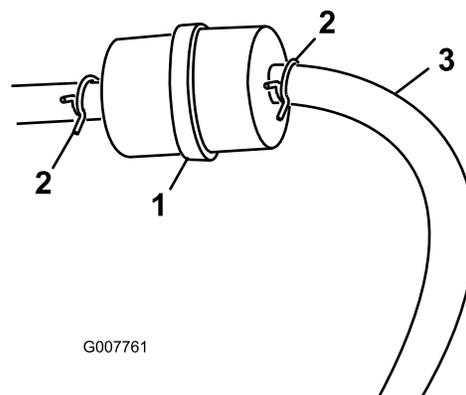

Figure 24
3. Pincez les extrémités des colliers et faites glisser ceux-ci pour les éloigner du filtre (Figure 24).
5. Posez un filtre neuf et rapprochez les colliers de fixation du filtre (Figure 24).
3. Desserrez le collier de serrage au niveau du filtre à carburant et éloignez-le du filtre en le poussant le long de la conduite d'alimentation (Figure 24).
4. Débranchez les conduites d'alimentation du filtre à carburant (Figure 24).
Remarque: Laissez l'essence s'écouler dans un bidon ou un bac de vidange (Figure 24).
5. Raccordez la conduite d'alimentation au filtre. Rapprochez le collier de serrage du filtre pour fixer la conduite d'alimentation (Figure 24).